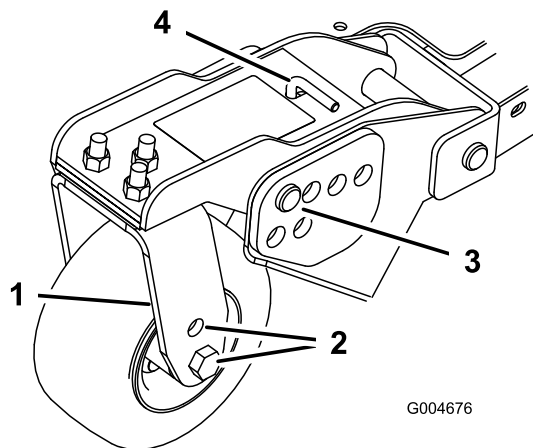
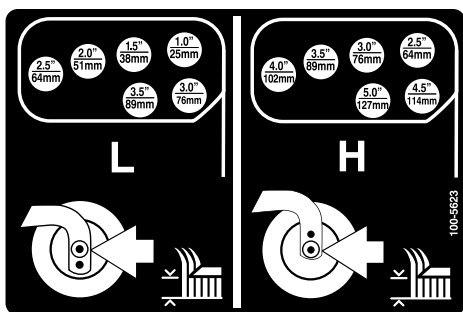

Figura 24
Figura 25
1. Coloque los ejes de las ruedas giratorias en el mismo taladro en todas las horquillas (Figura 22 y Figura 24). Consulte en la tabla siguiente el taladro correcto para cada altura.
4. Retire la chaveta y los pasadores de los brazos de pivote de las ruedas giratorias (Figura 24).
5. Gire la varilla tensora para elevar o bajar el brazo de pivote hasta que los taladros estén alineados con los taladros seleccionados del soporte de ajuste de la altura de corte en el bastidor de la unidad de corte (Figura 24 y Figura 25).
Para ajustar los patines, retire el perno con arandela prensada y las tuercas, coloque los patines en la posición deseada y vuelva a colocar las fijaciones (Figura 24).